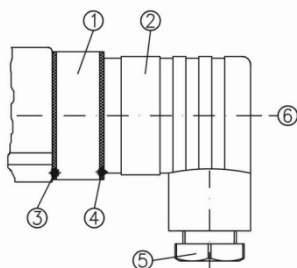

Abb. 7
- ↪ Lösen Sie die Zentralschraube ⑥ M3x35 und ziehen Sie die Leitungsdose ② vom Gerätestecker ① (→ Abb. 7). Entfernen Sie die Zentralschraube ⑥ aus der Leitungsdose ②.